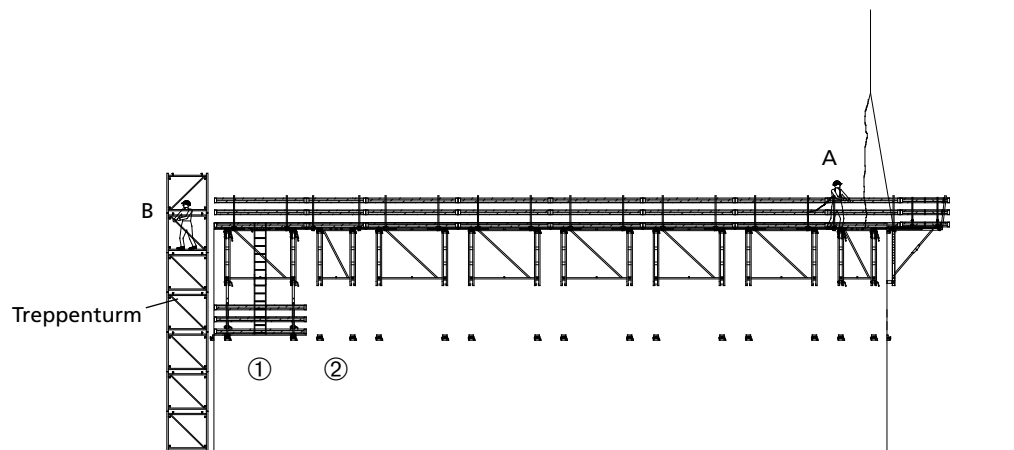

Abb. 32.1
11. Schritte 8 bis 10 werden wiederholt bis alle Bühnen in die nächste Ebene umgesetzt sind (Abb. 32.1).
12. Nach dem Anhängen und Entsichern der letzten Bühne KAB an den Kran steigt Person B über den Treppenturm (Gebäudeöffnung/Personenaufnahmemittel) ab (Abb. 32.1).
13. Person A sichert die letzte Bühne nach deren Einhängen, löst das Kranseil (Abb. 32.1) und steigt dann ebenfalls über den Treppenturm (Gebäudeöffnung/Personenaufnahmemittel) ab.